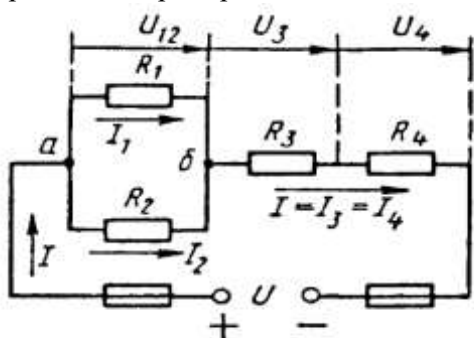

Рис. 1
Условие задачи. Цепь постоянного тока со смешанным соединением состоит из четырех резисторов. Заданы схема цепи (рис. 1), значения сопротивлений резисторов:
2) обозначим токи I_1, I_2, I_3, I_4 на (рис. 1) стрелками и определим их значения из формулы мощности:
Формулировка закона: алгебраическая сумма токов в узловой точке равна нулю. Математическая запись для узла б схемы цепи рисунок 1:
В замкнутом контуре (рис. 1) приложенное напряжение U (аналогично ЭДС при внутреннем сопротивлении источника тока, равному нулю) и падения напряжения